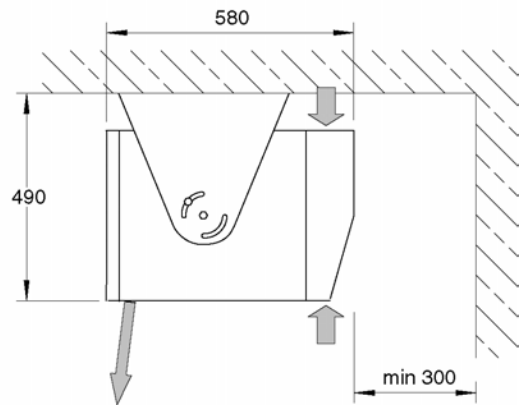

Fig. 3
- Observer angitte minimumsavstander (fig.3) og at apparatene ikke må monteres direkte under eluttaket.